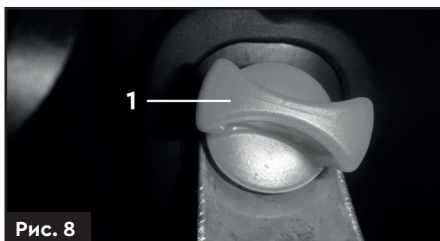
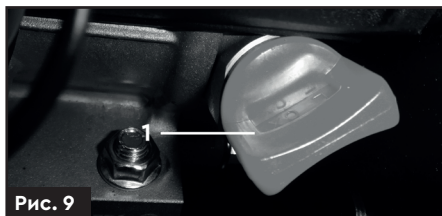

Рис. 8
Рис. 9
- Відкрутіть щуп для перевірки рівня оливи (1) для моделей 5710631 та 5710641 (рис. 8) та (1) для моделей 5710661, 5710681, 5710691 (рис. 9), вийміть його з гнізда і протріть насухо.